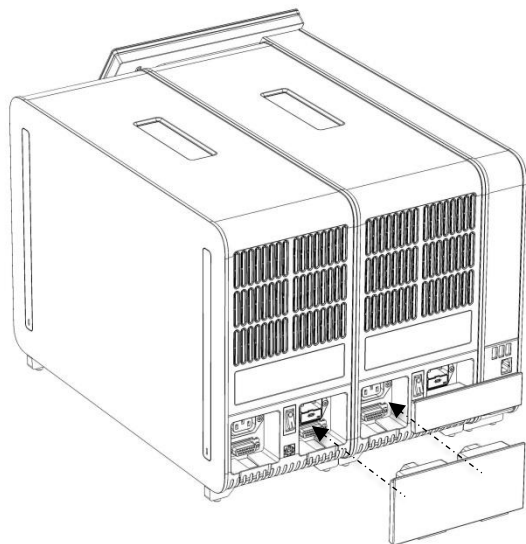

Figura 15. Ligação da ponte do módulo analítico/analítico.
6. Ligue a ponte do módulo analítico/analítico na parte traseira do QIAstat-Dx Analyzer 1.0 para unir os dois módulos analíticos (Figura 15).